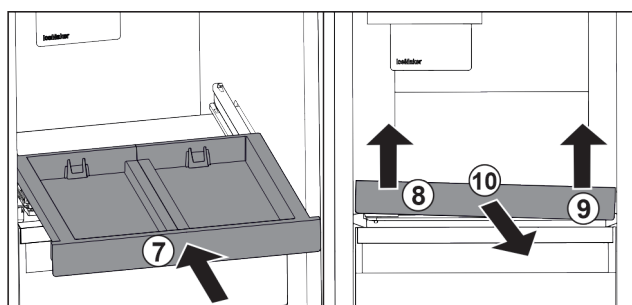

Fig. 101
- Вкарайте изтеглящата се дъска. Fig. 101 (7)
- ▶ Повдигнете изтеглящата се дъска отпред отляво. *Fig. 101 (8)*
- ▶ Повдигнете изтеглящата се дъска отпред отдясно. *Fig. 101 (9)*
- ▶ Извадете изтеглящата се дъска напред. *Fig. 101 (10)*